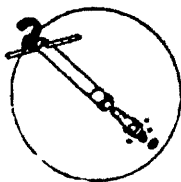

Fig. 43
- Remontar la bujía y el capuchin. (Figure 43)